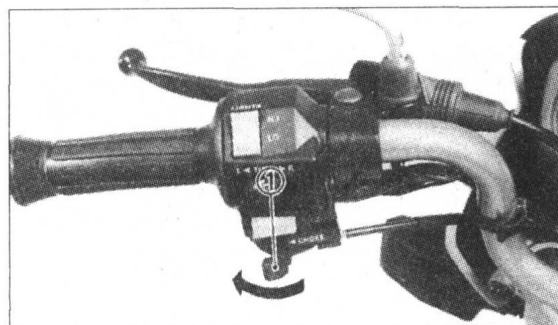

图 1-10
7. 阻风门手柄见图 1-10, 冷车启动时, 将手柄扳到左侧, 热机时, 扳到右侧。